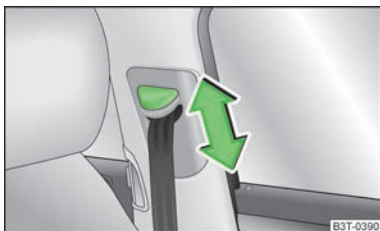

Fig. 140
- Poussez sur la ferrure de renvoi dans la direction souhaitée, vers le haut ou vers le bas » fig. 140.